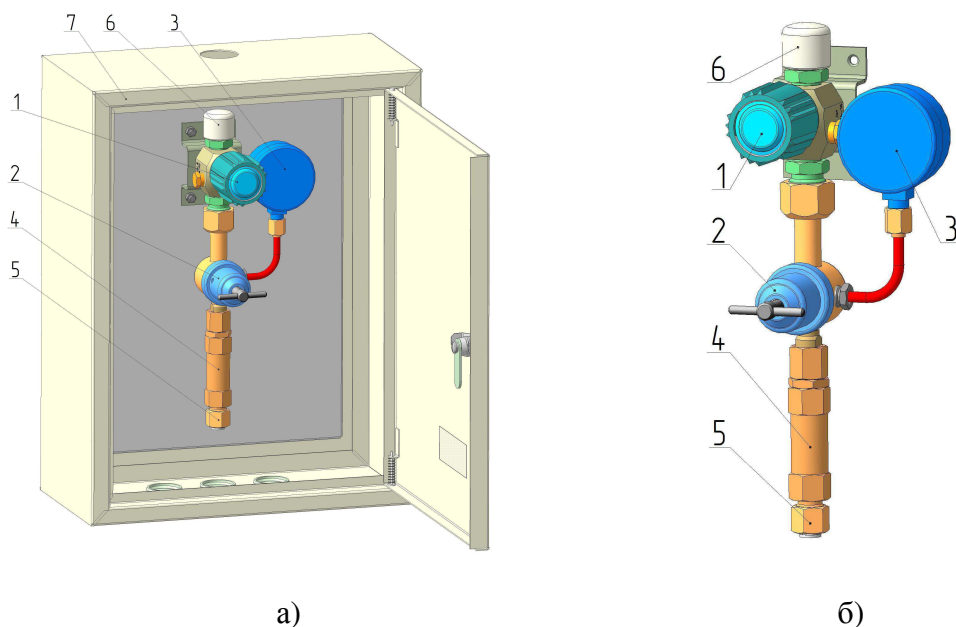

Рис.1 Пост газоразборный: а - ПГК-10-з; б - ПГК-10
4.1 Внешний вид поста показан на рис. 1